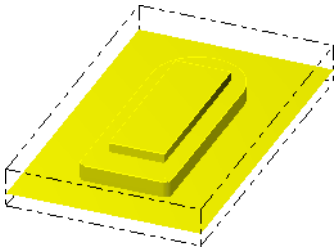

图 10-131 选取曲面
- 03 根据系统提示框选所有的曲面并按回车键，如图 10-131 所示。最后在弹出的“刀具路径的曲面选取”对话框中单击“确定”按钮.